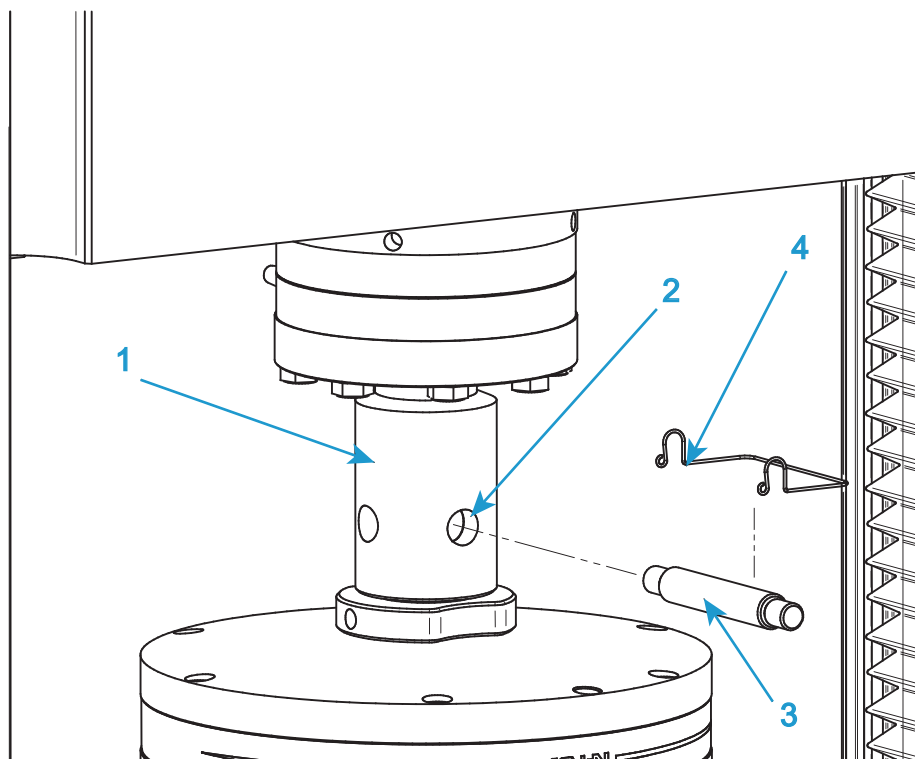

Figura 25. Installazione tipica della presa
Consultare la Figura 25 a pagina 112 quando si segue questa procedura.
1. Per il morsetto superiore, inserire l'adattatore sul morsetto nella presa a forcella femmina (1 in Figura 25) sull'adattatore della cella di carico.
2. Allineare i fori della forcella (2 in Figura 25) e infilare il perno a testa (3 in Figura 25) piana attraverso i fori.
3. Fermare in posizione il perno a testa piana, con l'apposito fermaglio (4 in Figura 25).